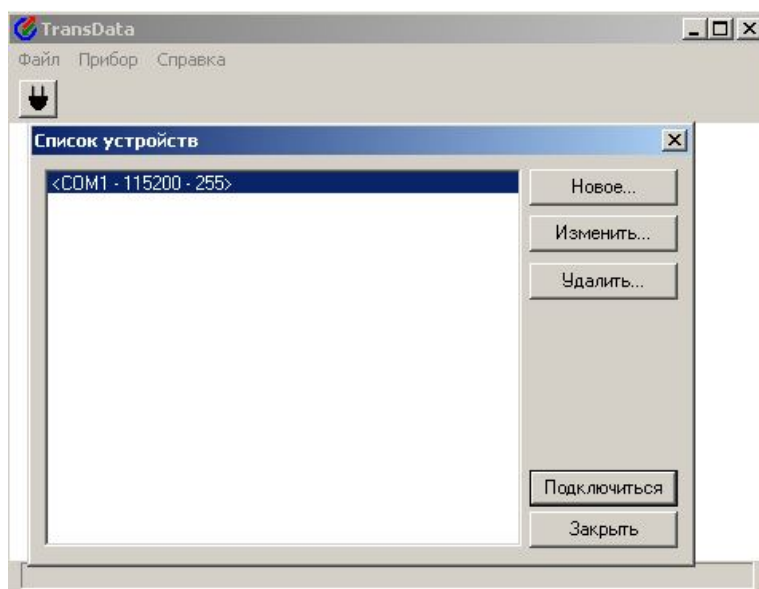

Рисунок 11
- Подключиться – при его активизации открывается окно, рисунок 11, предназначенное для описания параметров подключения регистратора;
5.5.2.9 В данном окне (рисунок 11) приведен список сохраненных пользователем подключений «COM1-115200-255», а так же кнопки меню управления этим списком: